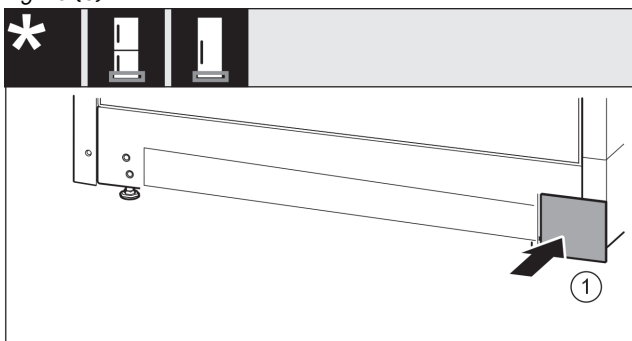

Fig. 14
- ▶ Снова установите крышку с другой стороны. Fig. 14 (1)